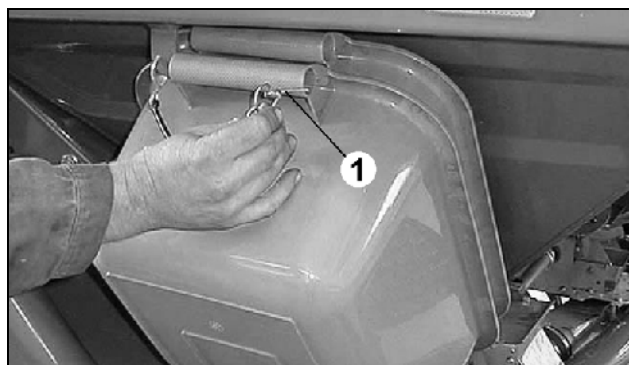

Fig. 81
Deschideți camera de injecție prin rabatarea clapetei (Fig. 81/1).
Pentru deschiderea și închiderea clapetei, tensionate cu arc, a injectorului, utilizați doar eclisa (Fig. 81/2) ca mâner de prindere.
Vasele colectoare (Fig. 81/3) stau într-un suport și sunt asigurate cu un șplint (Fig. 81/1).
- fixați vasul colector (Fig. 81) pe suport și asigurați-l cu un șplint